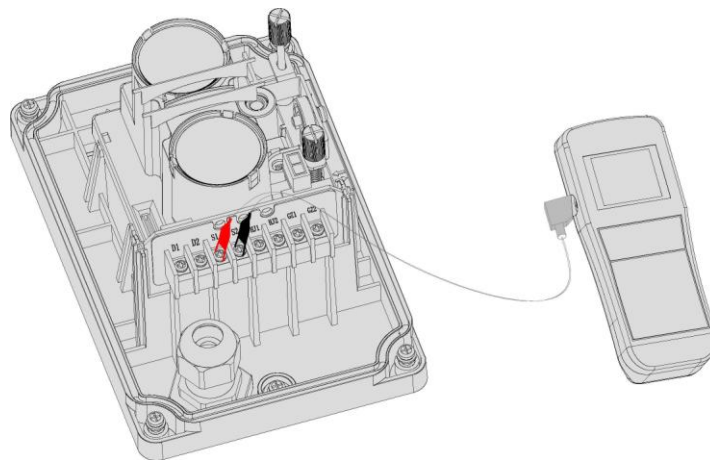

Figura 8: Dettagli del collegamento di programmazione
La sensibilità del TX7130 e il campo operativo possono essere regolati attraverso il programmatore portatile sul sito del progetto. Il programmatore può essere acquistato separatamente. E' necessario che il personale addetto alla messa in servizio abbia uno strumento programmatore al fine di regolare il rivelatore in base alla situazione del sito e al fabbisogno ambientale. Fare riferimento alla Figura 8
- b. Una volta individuato il bersaglio, allentare la vite M4x12 e registrare la rotella di regolazione orizzontale o verticale fino al segno del raggio laser al centro dello specchio. Fare riferimento alla Figura 8.